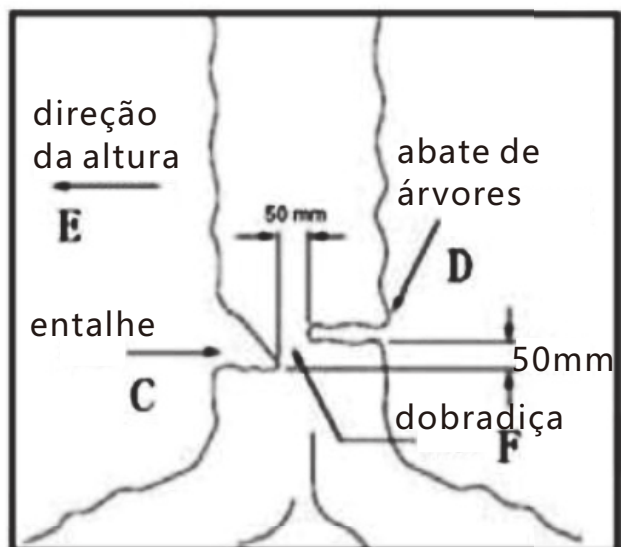

Fig.2B
AVISO: Nunca ande na frente de uma árvore que tenha sido encaixada. Faça o corte de derrubamento (D) do outro lado da árvore e 3 a 5 cm acima da borda do encaixe (C) (Fig. 2B)